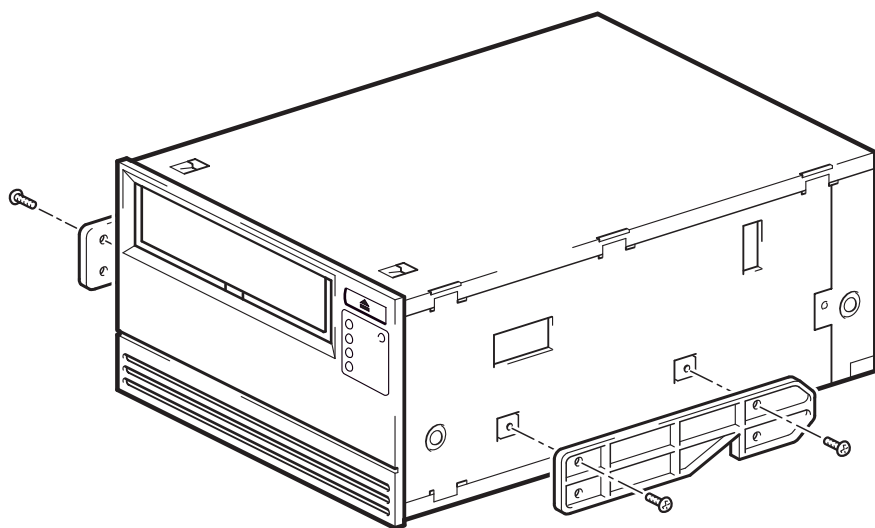

Figura 5a: acoplamiento de los railes de montaje en un servidor HP ProLiant 530 o 570 típico
- 1 Utilice un destornillador Phillips regular para fijar los raíles adecuados. Utilice los tornillos M3 suministrados con la unidad de cinta, como se muestra en la Figura 5a.